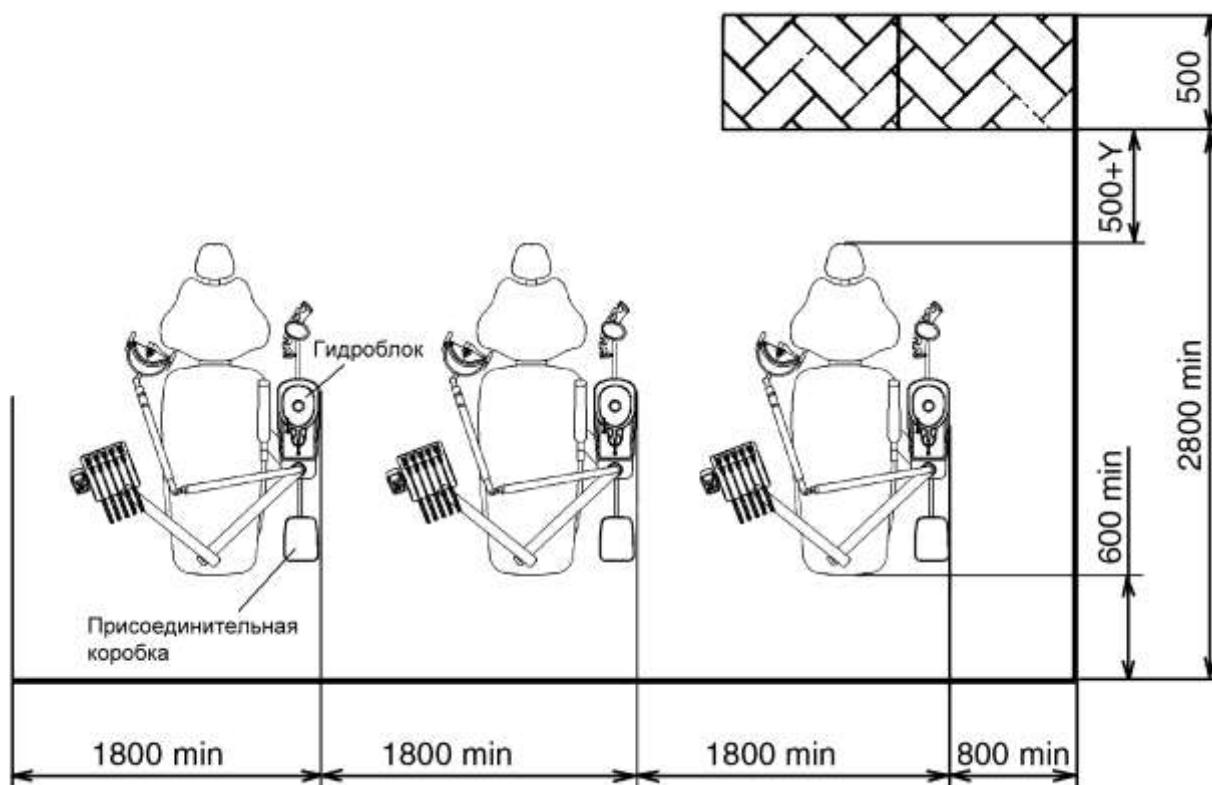

Рис. 16
При выборе места для стоматологической установки необходимо учитывать (см. рис. 16):
- что магистрали, подходящие к стоматологической установке, подводятся в присоединительную коробку, расположенную рядом с креслом (см. рис. 16, 17).